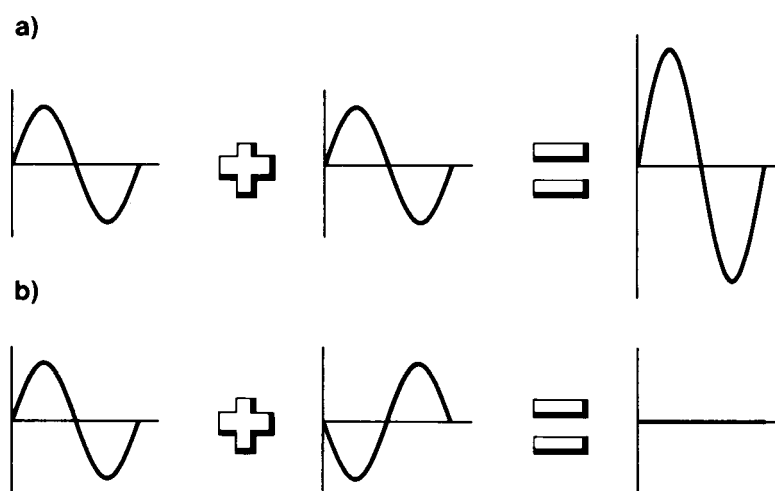

Bild 16 Zwei Schwingungen gleicher Amplitude, Frequenz und Phase (a) addieren sich zu einer Schwingung doppelter Amplitude
- **Phasenverschiebung:** Überlagern sich zwei Schwingungen gleicher Frequenz und gleicher Amplitude, die im selben Moment den Nulldurchgang haben (d.h. sie sind in Phase), so addieren sie sich zu einer neuen Schwingung mit doppelter Amplitude (**Bild 16 (a)**). Sind die beiden Schwingungen um 180° zueinander versetzt, löschen sie sich gegenseitig aus (**Bild 16 (b)**). Die zeitlichen Differenzen der Schwingungen nennt man Phasenverschiebung. Je nach Größe der Phasenverschiebung ist die Verstärkung oder Auslöschung stärker oder schwächer. Diese Auslöschungs- und Verstärkungseffekte können aber auch bei Signalen mit verschiedener Amplitude zustandekommen, nur löschen sie sich dann nicht vollständig, sondern nur teilweise aus. Diese teilweisen Auslöschungen oder Verstärkungen können bei der Lautsprecherwiedergabe durchaus hörbar werden.